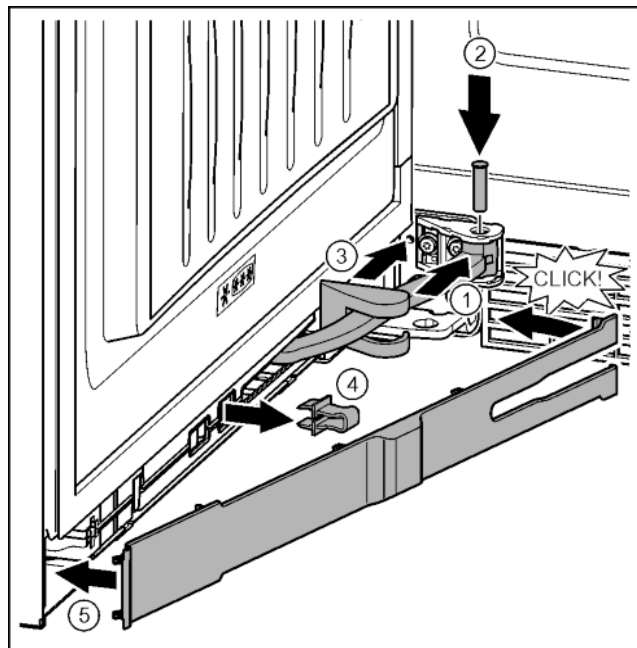

Fig. 46
- Otočte kloub v závěsu. Fig. 46 (1)
- Šroubovákem T15 vložte čep do závěsu a kloubu. Přitom dávejte pozor, aby byla zajišťovací vačka správně usazena v drážce. Fig. 46 (2)
- Posuňte kryt stojanu ložiska podél kloubu a namontujte nad závěsem. Fig. 46 (3)
- Pojistku vytáhněte. Fig. 46 (4)
- Záslepka na straně madla nasadíte a sklopte. Fig. 46 (5)